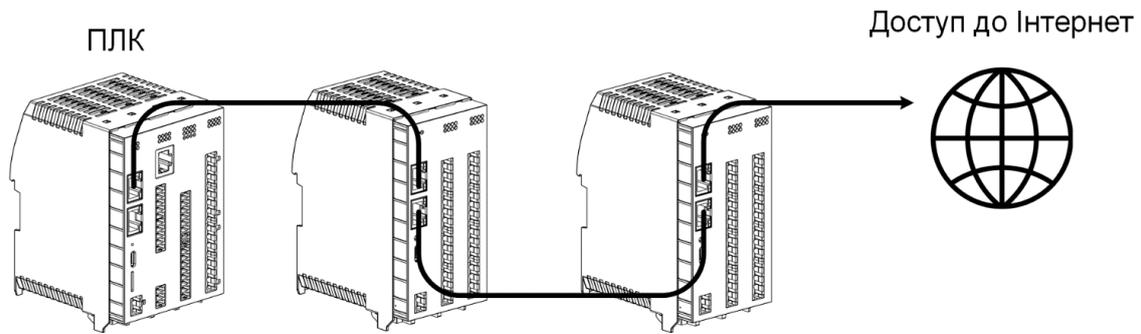

Рисунок 5.5 – Підключення за схемою «Ланцюжок»
- «Ланцюжок» / «Daisy-chain» (див. рисунок 5.5).